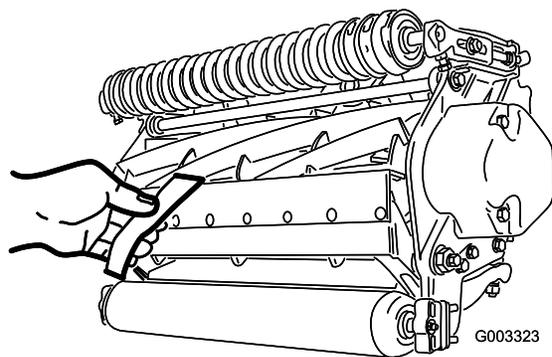

Bild 12
10. Testen Sie die Mähleistung, indem Sie einen langen Streifen des Schnittleistungspapiers (Toro Bestellnummer 125-5610) senkrecht zum Untermesser zwischen die Spindel und das Untermesser legen (Bild 12). Drehen Sie die Spindel langsam vorwärts; das Papier sollte geschnitten werden.